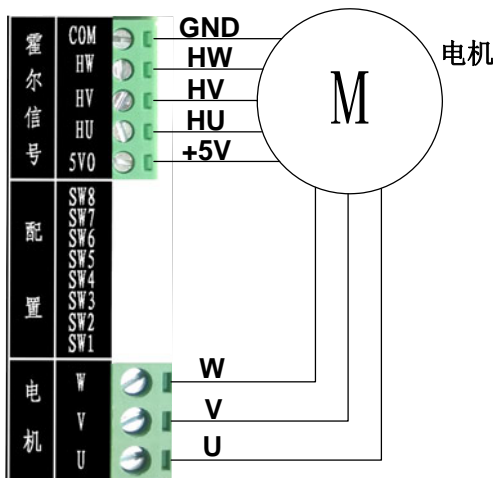

图 3.2 电机接线图
- 3) 将电机的U、V、W三相线电源线接到驱动器电机接口的U、V、W，将电机的霍尔传感器电源线正负极(通常正极为红色，负极为黑色，具体参照电机的相关资料)分别接到驱动器霍尔信号接口的 5V0和COM，霍尔传感器的三霍尔位置信号线接到驱动器霍尔接口的HU、HV、HW，如图 3.2 所示。